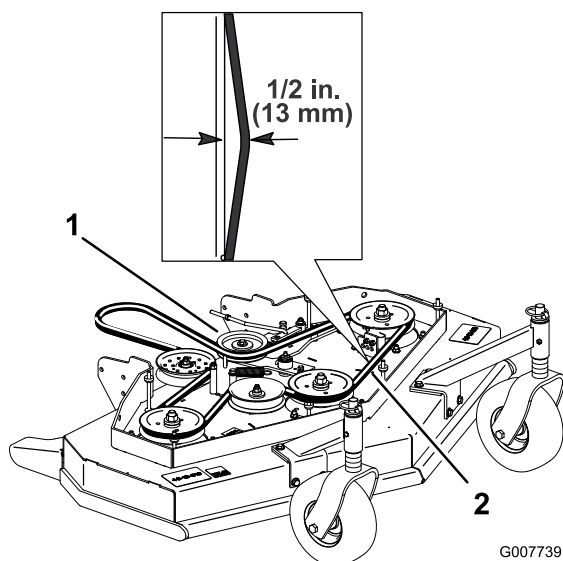

Figura 45
4. Retire la polea tensora y la correa desgastada (Figura 45).
Nota: La tensión correcta de la correa del cortacésped es de 10-15 lbf. (44-67 N) con la correa desviada 13 mm (1/2 pulg.) en el punto intermedio entre las poleas (Figura 45).